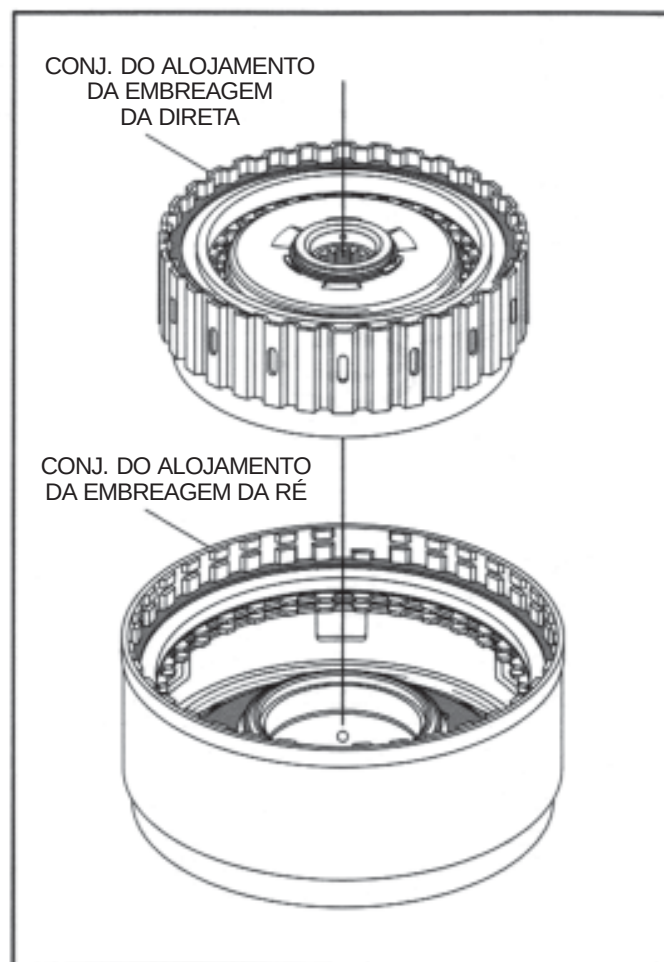

Figura 75
6. Retire do alojamento da embreagem da ré o alojamento da embreagem da direta, levantando-o conforme ilustrado na figura 75.